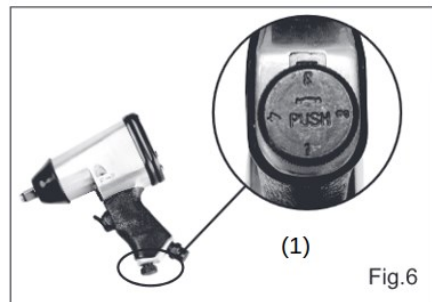

Fig.6
5. Regel de luchtstroom met de luchtregelaar (**Fig. 6, 1**). Duw deze daarvoor eerst in. Kies dan de gewenste trap van "1" (kleinste luchtstroom) tot "4" (grootste luchtstroom) door de draaiknop op de passende pijl te draaien.